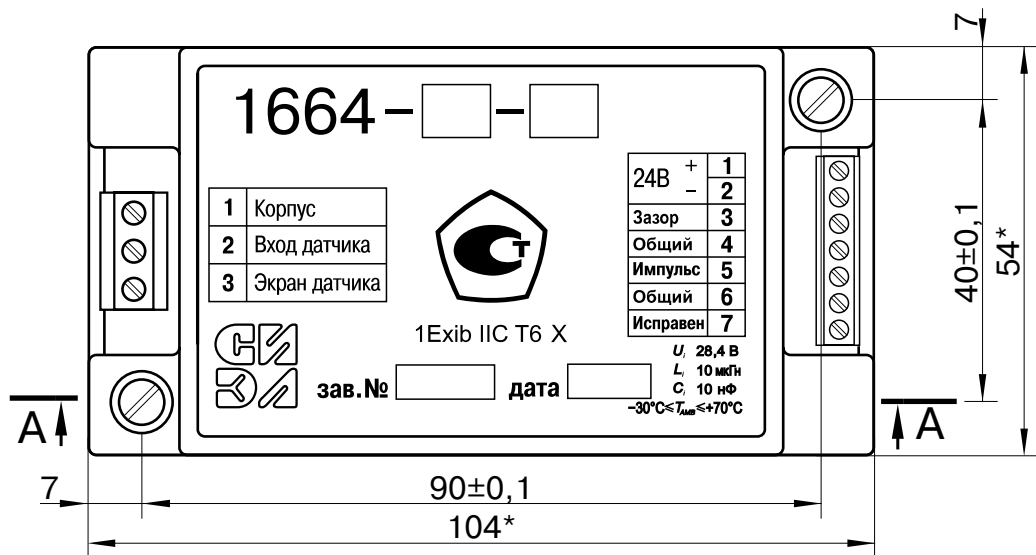

Рис. 1.
- 7.4.1. При монтаже генератор-преобразователь размещается в стальном монтажном корпусе со степенью защиты не ниже IP54, который должен быть надежно заземлен. Генератор-преобразователь крепится на установочное место двумя невыпадающими винтами М4 (см. рис. 1).